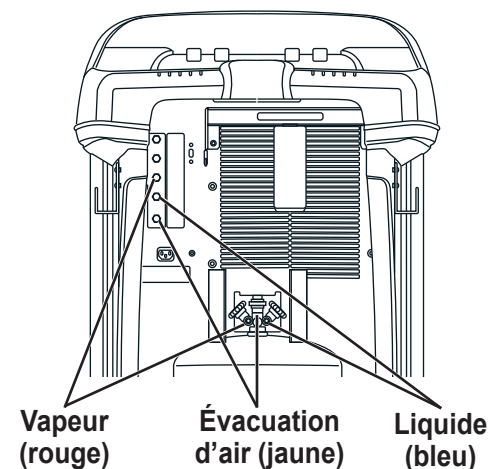

Figure 2
5. Branchez l'embout sans scellement rapide des tuyaux aux bons ports de connexion de l'appareil. Reportez-vous à la Figure 2.